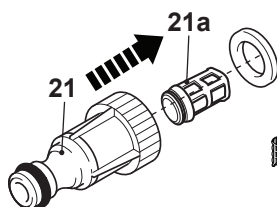

Fig. 26-1
2. Desenrosque y retire el adaptador de la manguera de entrada de agua (21) de la entrada de agua (6).
3. Desmonte el adaptador de la manguera de entrada de agua (21) (Fig. 26-1).